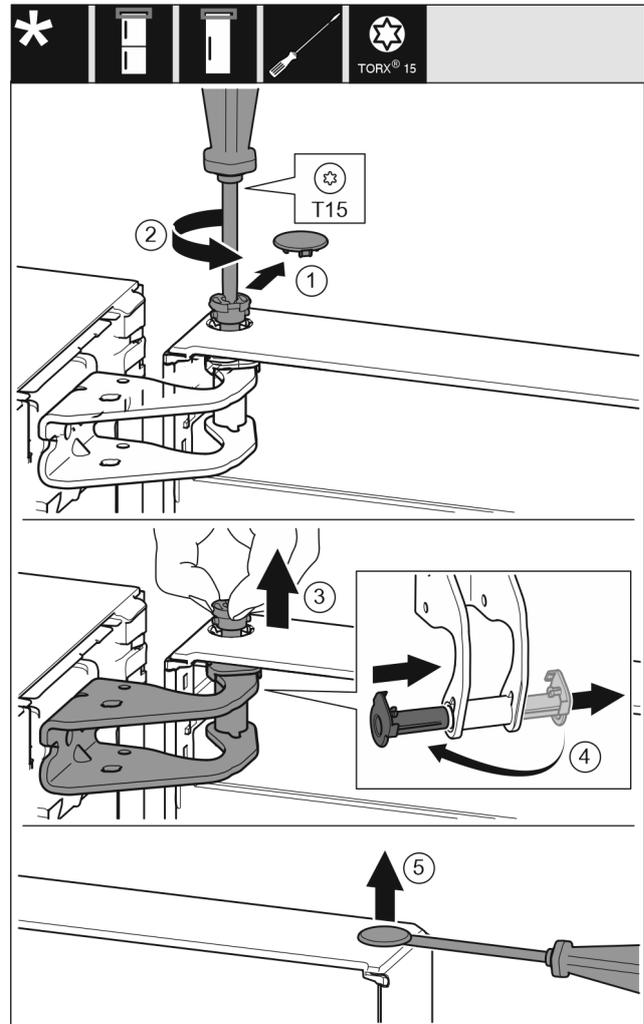

Fig. 13
- ▶ Sicherheitsabdeckung vorsichtig abziehen. Fig. 13 (1)
- ▶ Bolzen mit Schraubendreher T15 ein Stück herausdrehen. Fig. 13 (2)
- ▶ Tür festhalten und Bolzen mit den Fingern herausziehen. Fig. 13 (3)
- ▶ Lagerbuchse aus Führung ziehen. Von der anderen Seite einsetzen und einrasten. Fig. 13 (4)
- ▶ Stopfen aus der Tür Lagerbuchse vorsichtig mit einem Schlitzschraubendreher anheben und herausziehen. Fig. 13 (5)